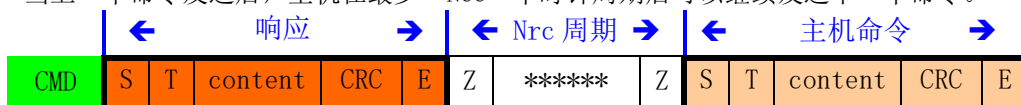

图 4-26: 响应结束-下个命令开始时序(数据传输模式)
停止命令的工作机制同读操作类似。图 4-23 到图 4-26 描述了不同卡状态的停止命令
- 擦除，设置/清除写保护时序 主机应该先标识要擦除的开始 (CMD32) 和结束 (CMD33) 地址。擦除命令 (CMD38) 一旦使用，就会擦除选定的块。同样，设置和清除写保护命令也会开始编程操作。擦除或者编程期间，卡会持续发出 busy 信号 (拉低 DAT0)。总线时序和图 4-26 中的一致。
- 重选一个 busy 卡 当一个正处于 disconnect 状态的 busy 卡 Bei 选中的时候，它会重新发出 busy 信号。这个命令，响应，busy 的时序图和图 4-26 中一致。